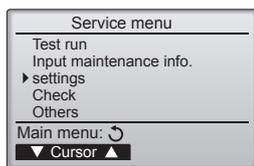

Fig. 6-2
## 6.2. Fjernstyring (Fig. 6-2) Til ledningsbetjent fjernbetjening
- ① (Fig. 6-2)